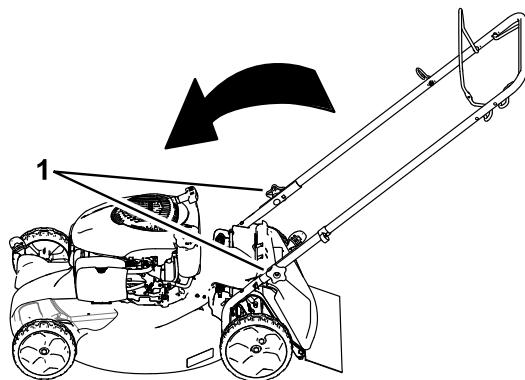

Figura 15
2. Afloje los pomos del manillar hasta que pueda mover el manillar libremente (Figura 15).
1. Pomos del manillar (2)
3. Mueva del manillar hacia adelante según se indica en Figura 15.